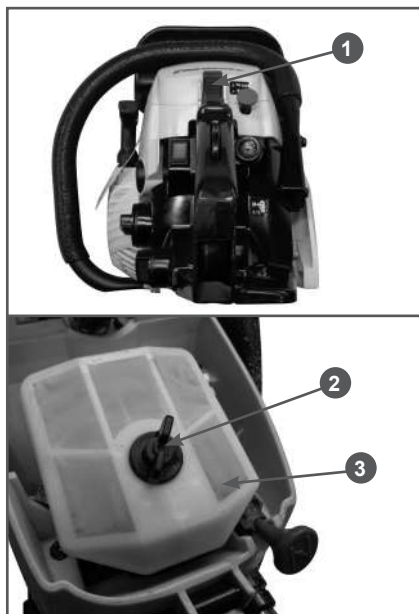

Рис. 18 Обслуживание воздушного фильтра
1. Поднимите защелку 1 (Рис. 18) вверх и снимите крышку воздушного фильтра.
2. Отвинтите барашковую гайку 2 и снимите воздушный фильтр 3 с корпуса (Рис. 18). Проверьте его на наличие повреждений.